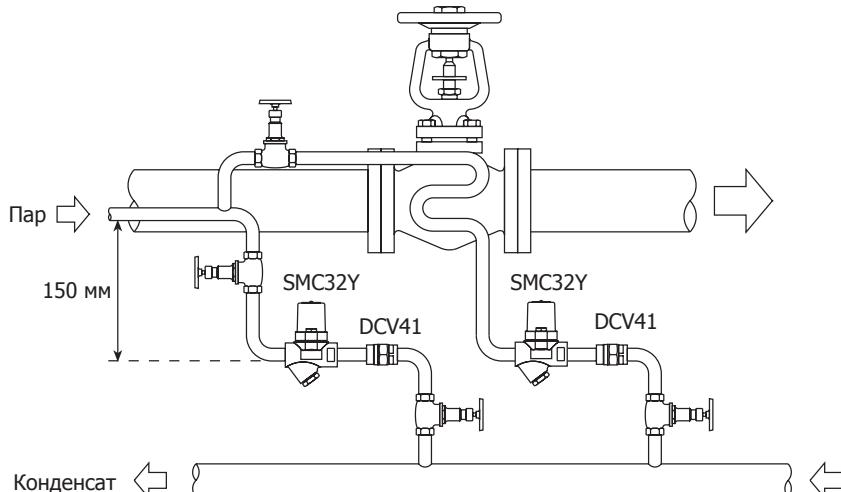

Рис. 3 Спутниковый паропровод, обогрев оборудования
- 3.4** Конденсатоотводчик может устанавливаться как на горизонтальных так и на вертикальных трубопроводах. Необходимо перед конденсатоотводчиком предусмотреть участок охлаждения (обычно достаточно 150 мм, см. Рис. 3). Если биметаллический конденсатоотводчик применяется в том случае, когда надо отводить переохлажденный (относительно температуры насыщения) конден-сат, перед конденсатоотводчиком необходимо иметь участок трубы для охлаждения конденсата длиной как минимум 1-2 м.